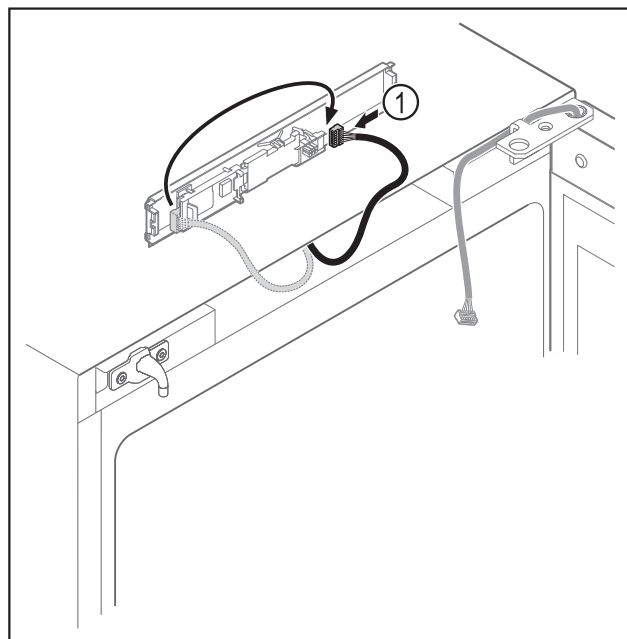

Fig. 16
- ▶ Schimbați poziția de introducere a fișei Fig. 16 (1) la placa electronică.